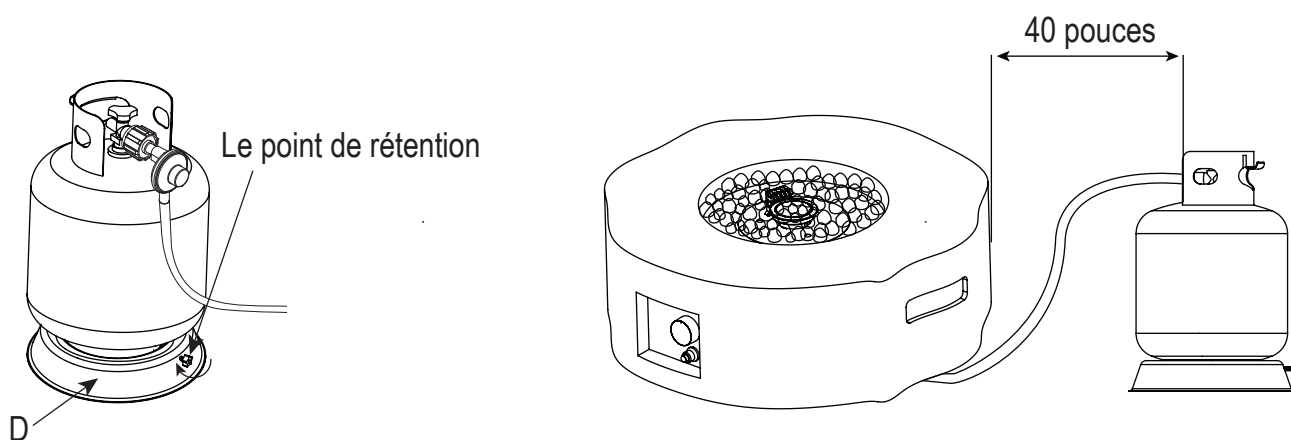

Figure 4
4. Fixez la bouteille en serrant dans le sens des aiguilles d'une montre le point de rétention situé sur le siège du réservoir (B) (voir la figure 4), de sorte que la bouteille ne puisse pas bouger d'un côté à l'autre ou tomber.